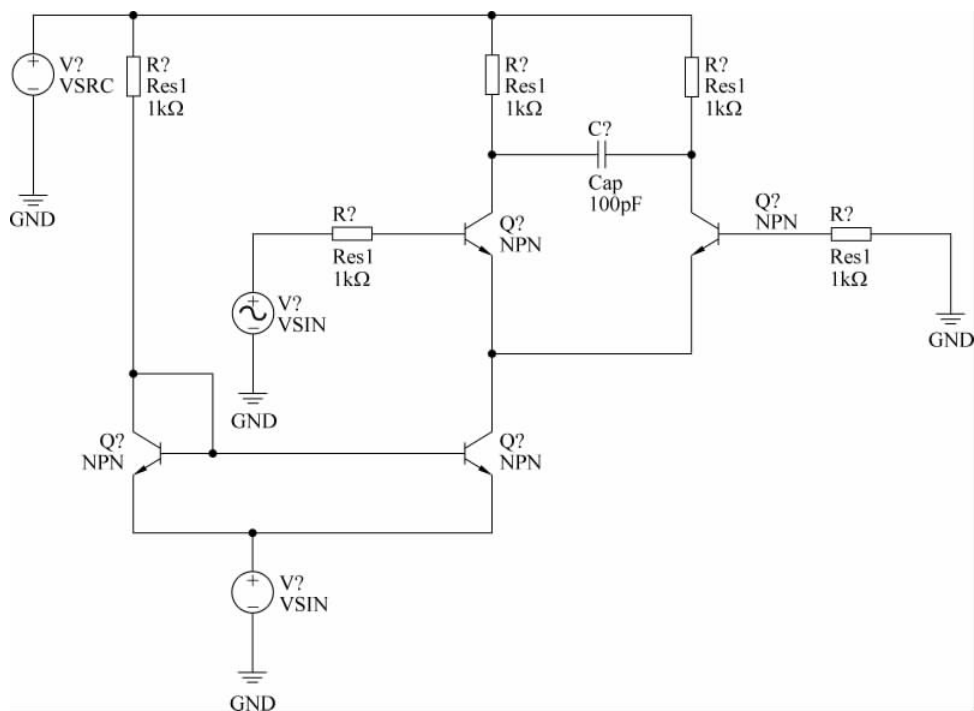

图 3-65 连接电路元件和信号源
(4) 单击 AD 主界面下工具栏内的连线按钮,将这些元器件和信号源按照如图 3-65 所示的方式进行连接。